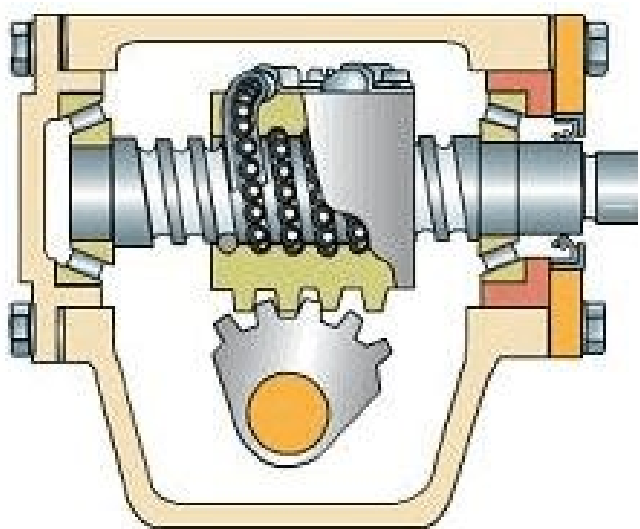

图2-1 转向器示意图
1.根据图 2-1 填写下图转向器的工作过程：
如图 2-1 所示是_____式转向器。其工作过程是转动_____时，通过_____将力传给螺母，螺母沿轴线移动。在摩擦力作用下，所有钢球在与_____之间形成“_____”。钢球在螺母内绕行两周后，流出螺母进入导管，再由_____流回螺母通道，两列钢球在各自的封闭通道内循环。螺母外表